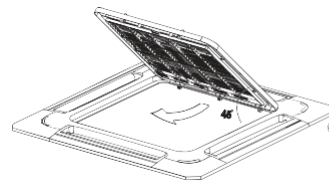

Abb.5-10
- Verschieben Sie das Gitter in einem Winkel von ca. 45° nach oben und entfernen Sie es. (Siehe Abb. 5-10).